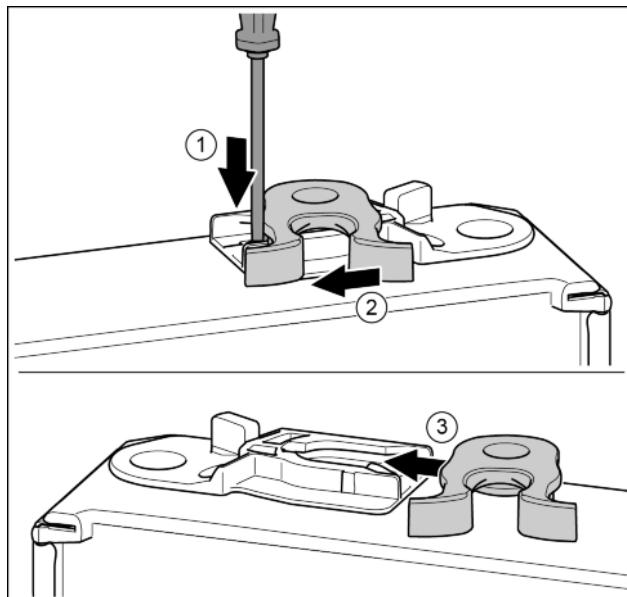

*Fig. 17*
- Снять крышку и поставить с другой стороны. *Fig. 17 (1)*
- Установить опорный кронштейн с другой стороны и прикрутить с помощью отвертки T25. Начинать с винта 2 в центре. *Fig. 17 (2)*
- Затянуть винты 3 и 4. *Fig. 17 (3, 4)*
- Снова установить опорный палец в сборе. При этом следить за тем, чтобы выступ фиксатора был направлен назад. *Fig. 17 (5)*